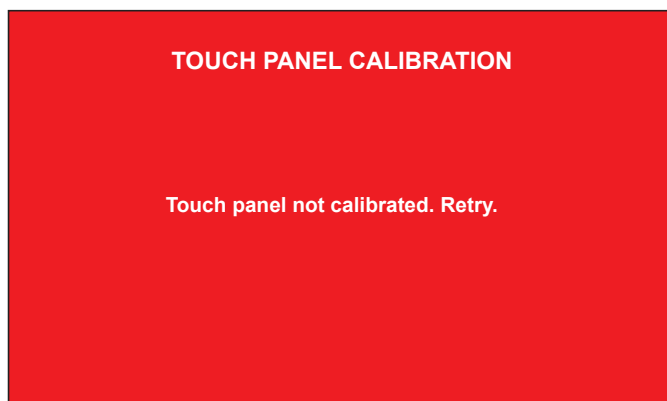

Figura 8-26
- 4.-se la calibrazione non è avvenuta con successo comparirà la schermata di Figura 8-26 e dopo qualche secondo si riavvierà il processo di calibrazione.